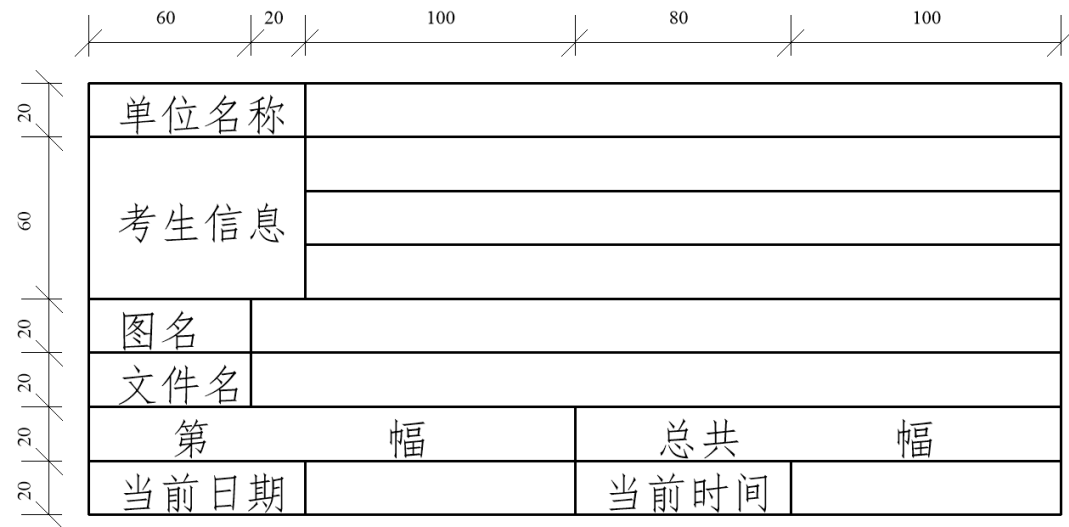

图 3
1、在原理图模板文件 cdydot1.schdot 中画出图 3 所示的动态标题栏，要求：设置图纸大小为 A4，水平放置，工作区颜色为 18 号色，边框颜色为 3 号色，边框直线为小号直线，颜色为 3 号，文字大小为 16 磅，颜色为黑色，字体为仿宋_GB2312；